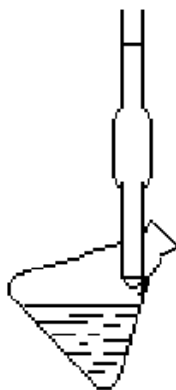

Рис. 4. Выливание жидкости из пипетки.
- ввести пипетку внутрь сосуда, касаясь концом пипетки его стенки (рис.4);